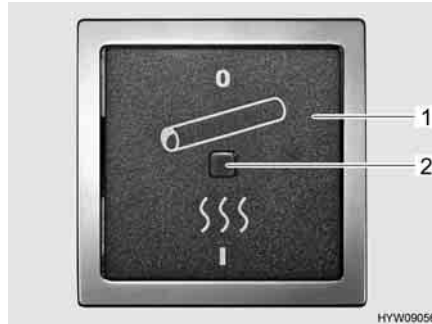

Fig. 131 Interruttore per il riscaldamento elettrico del tubo acque grigie
- Portare l'interruttore a bilico (Fig. 131,1) in posizione "I". La spia di controllo (Fig. 131,2) nell'interruttore si accende.
- Portare l'interruttore a bilico (Fig. 131) in posizione "0". La spia di controllo (Fig. 131,2) nell'interruttore si spegne.